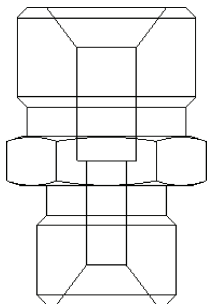

图 14-20 打开模型文件
STEP 01 单击快速访问工具栏中的“打开”按钮, 打开模型文件, 如图 14-20 所示。